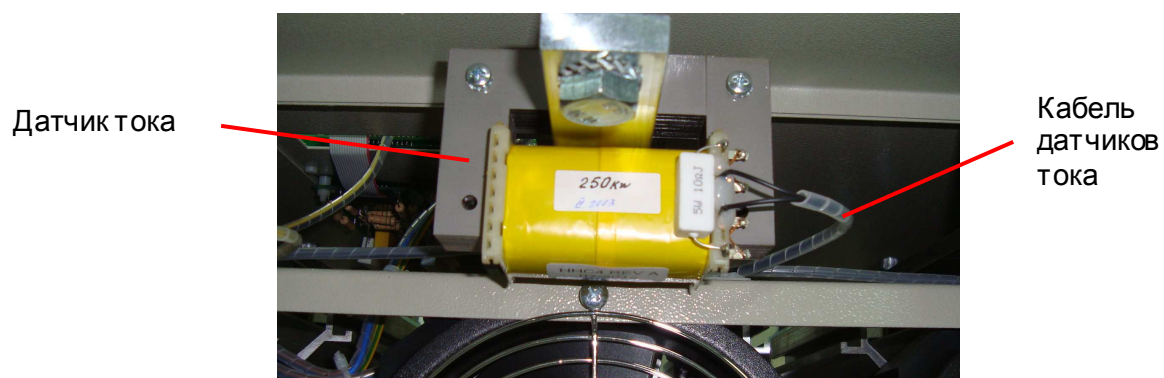

Рис. 6.15
6.9.2. Отпаять два провода кабеля токовых датчиков от клемм датчика тока (рис. 6.15).